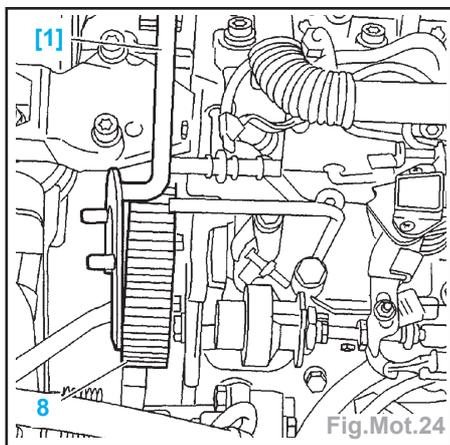
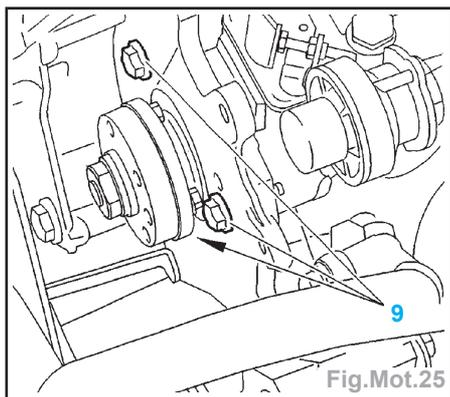

Fig.Mot.24
Fig.Mot.25
- le support moteur droit (7),
- Reposer le support moteur droit (7).
- Déposer (Fig.Mot.24) :
- les vis de fixation du pignon de pompe d'injection (8); à l'aide de l'outil [1],
- le pignon de pompe d'injection (8).
- Déposer les 3 vis (9) (Fig.Mot.25).